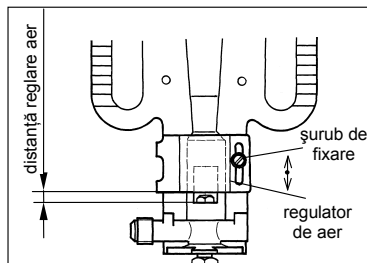

fig. 19
- Se slăbește șurubul de fixare care fixează regulatorul de aer (fig.19).